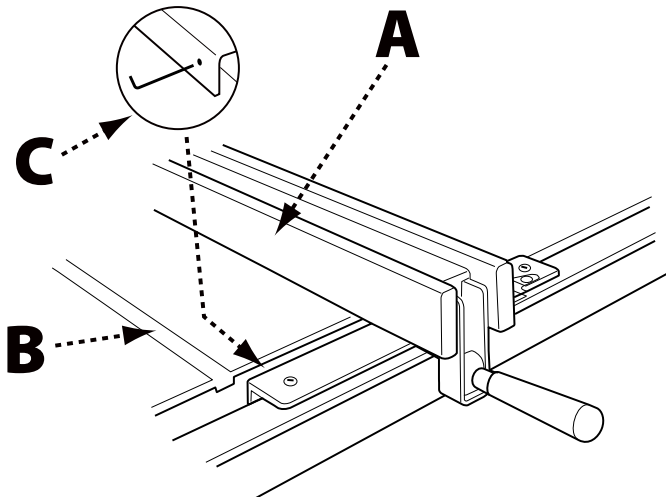

FIGURA 39
2. Si la parte frontal de la guía (A), Figura 39, no está paralela a la ranura del inglete (B), eleve la palanca de sujeción y levante la guía, luego colóquela sobre la mesa de la sierra.
3. Ajuste uno o ambos tornillos de fijación (C) 1/4 de vuelta o menos.